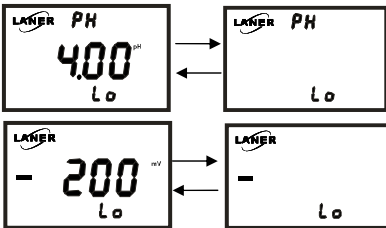

图 7-9
1、仪表在测量状态时按 REL 键，仪表的低点控制数值将跳闪，显示如图 7-9 所示：